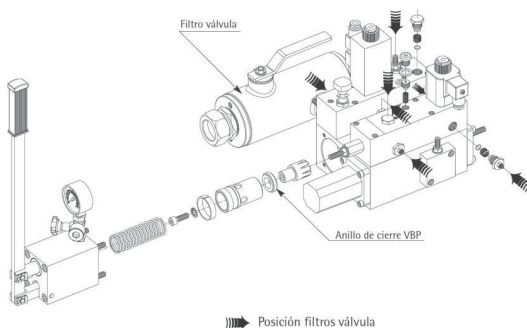

Fig. 44 – Sustitución del anillo de cierre VBP y limpieza de filtros
- Sustituir el anillo de cierre de la VBP de la manera siguiente (ver Fig. 44):
- Con ocasión de una revisión general o cuando se presenten anomalías de funcionamiento, limpiar todos los filtros que se encuentran correspondientes a las electroválvulas y que se indican en la Fig. 44